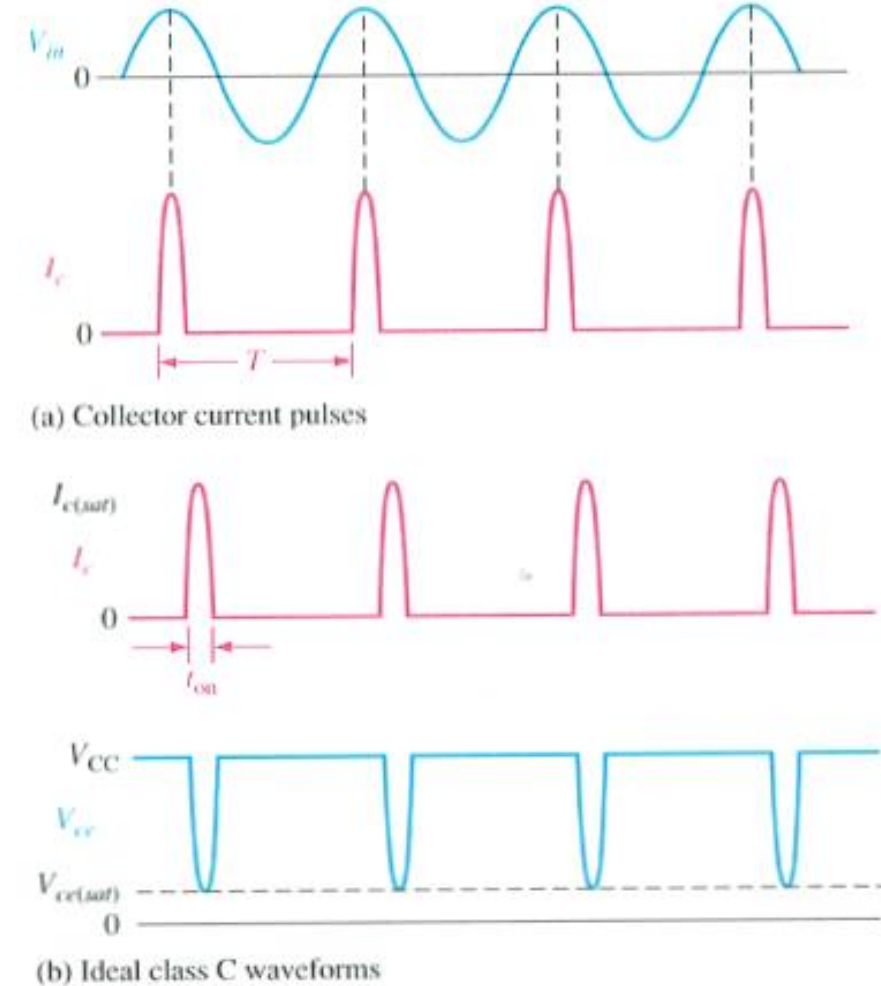

FIGURE 5-42 Class C waveforms.
- Fig. 5-42 toont de collectorstroompulsen .
- De tijd tussen de pulsen is de periode  $T$  van de AC-inputspanning. De collectorstroom en collectorspanning zijn enkel aanwezig tijdens de “on”-tijd van de transistor. (zie fig. 5-42 (b))